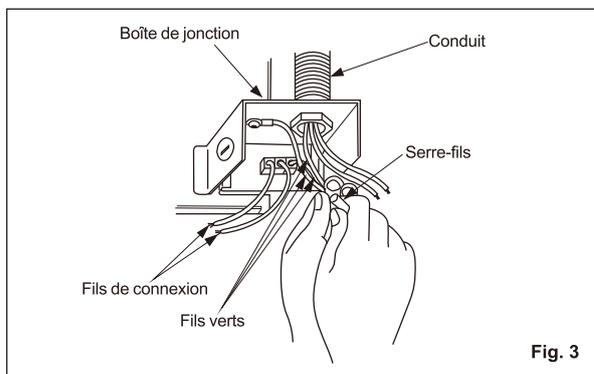

Fig. 3
4. Retirez le couvercle de la boîte de jonction et fixez le conduit au trou de la débouchure de la boîte de jonction. (trou de 7/8 po) (Fig. 3)
5. Reportez-vous au schéma de connexions. Avec des serre-fils, connectez, les fils de l'alimentation électrique aux fils du ventilateur (noir avec noir, blanc avec blanc, vert avec vert). (Fig. 3) Remettez le couvercle en place sur la boîte de jonction.